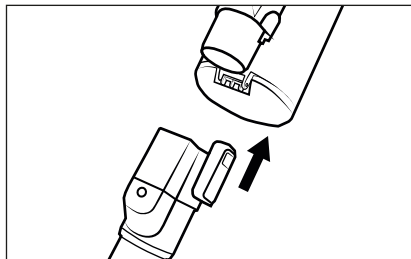

Fig. 1
- 1) Monte el tubo de aspiración **23** en el aparato hasta que encastre audiblemente con un chasquido (consulte la fig. 1).